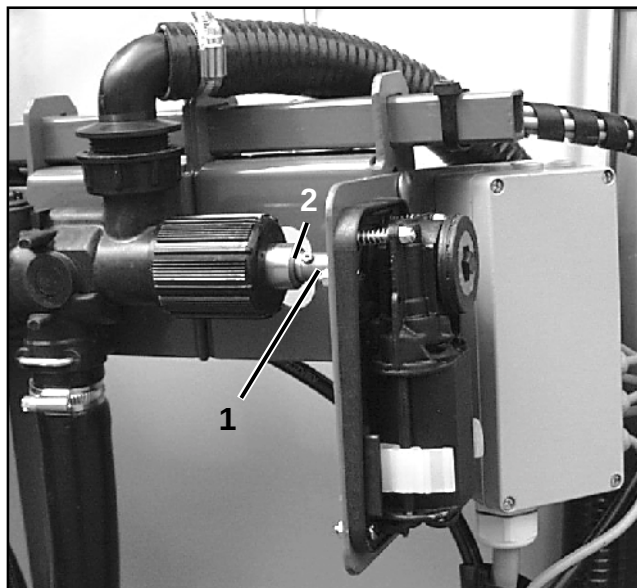

Fig.7.8
- Man skal regelmæssigt kontrollere om doseringsspindelen (fig. 7.8/1) går imod (fig. 7.8/2). Hvis dette er tilfældet, opnår man muligvis ikke den ønskede sprøjtemængde [l/ha].